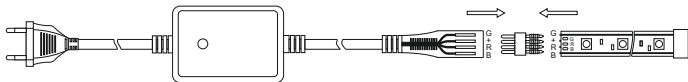

Рисунок 4
3.2.3 Подключение LED ИПСН 500 Вт 220 В 14 мм RGB IP44 производить следующим образом (рисунок 4):